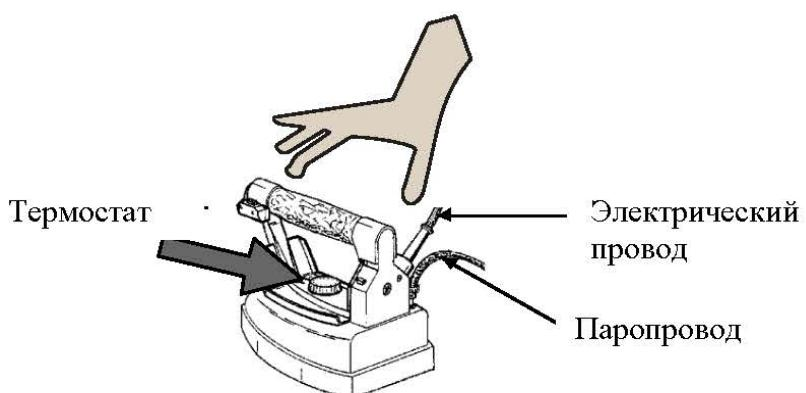

Рис. 4
4. Переключить выключатель бойлера в положение ВКЛ (рис. 2, В). Спустя примерно 5 мин переключить выключатель утюга в положение ВКЛ (рис. 2, С) и поставить терmostат утюга (рис. 4) в положение «хлопок» (cotone).
- При сухой глажке термостат (рис. 4) можно регулировать в различных положениях в зависимости от типа ткани для глажки (см. указания производителей на одежде). Для глажки с паром переключить термостат на положение «хлопок» или «лен».
3. паропровода и провода утюга каждый раз, когда они повреждаются (рис. 4);
6. из утюга вытекает вода или он перегрелся (рис. 4);
7. утюг моется или чистится водой (рис. 4);